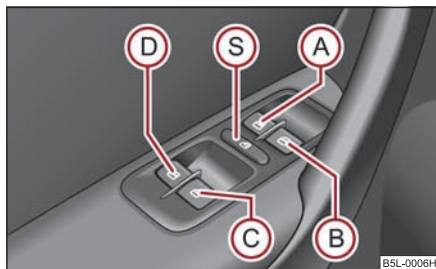

Fig. 48 Teclas en la puerta del conductor
Las teclas para las diferentes ventanillas se encuentran en el apoyabrazos de la puerta del conductor ⇒ fig. 48, puerta del acompañante y en las puertas traseras* ⇒ página 54.
Vd. puede poner fuera de servicio de las teclas en las puertas posteriores pulsando el interruptor de seguridad (S) ⇒ fig. 48. Se ponen de nuevo en funcionamiento las teclas en las puertas traseras pulsando repetidamente el conmutador de seguridad (S).
- Si se transporta niños en los asientos traseros, se recomienda poner fuera de funcionamiento los elevalunas eléctricos de las puertas traseras (conmutador de seguridad)  ⇒ página 53, fig. 48.